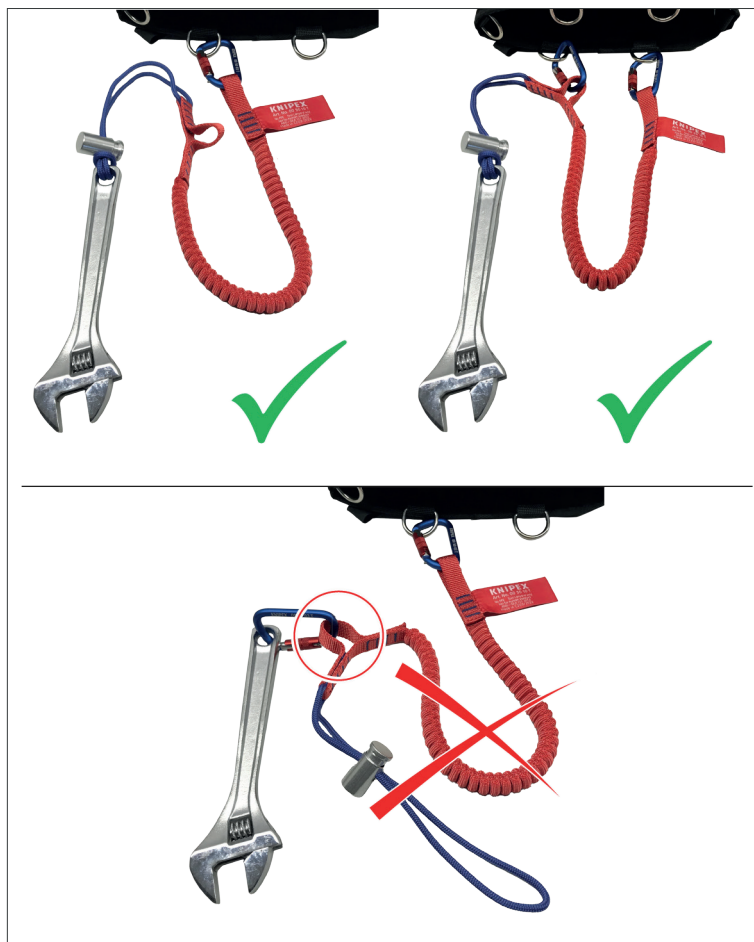

Figura 10: Conexión abreviada
- No utilice el lazo para la conexión abreviada a las herramientas de sujeción (figura 10).
- No utilice el lazo del cinturón plano para una conexión abreviada para la sujeción (figura 10).
Esta presilla de cinturón plana para conexión abreviada no debe utilizarse nunca para asegurar una herramienta para la protección contra caídas (figura 10).